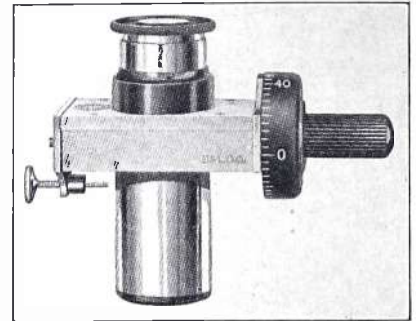

Fig. 43. A Filer micrometer (Courtesy, Bausch & Lomb)
3. A Filer micrometer (Fig. 43).